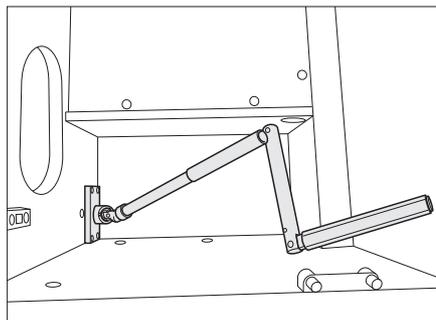

Bild 51 Notkurbel im Dachschrank
- ▷ Bei Stromausfall kann das Verdunklungsrollo auch mit einer Notkurbel (Bild 51) bedient werden. Diese befindet sich im Dachschrank vorne rechts hinter dem Beifahrersitz.